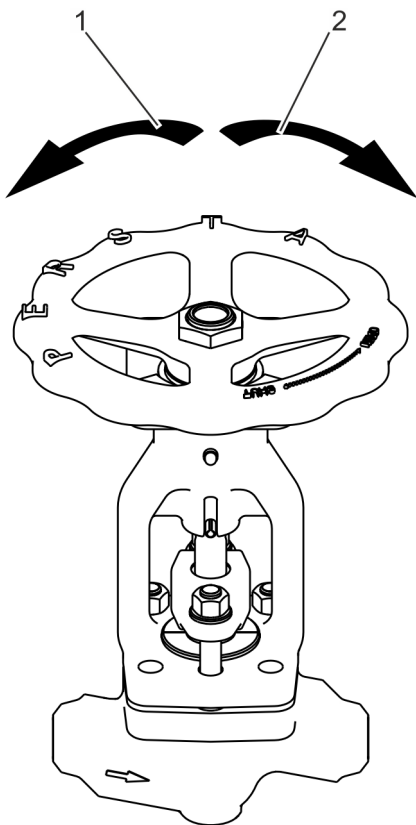

Fig. 19: Accionamiento manual: accionamiento del volante en caso de emergencia
- Giro en sentido horario (Fig. 19/2): cerrar la válvula.
- Giro en sentido antihorario (Fig. 19/1): abrir la válvula.